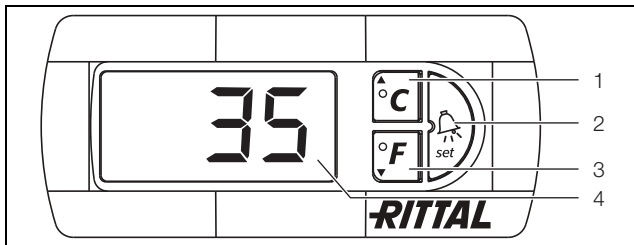

Abb. 16: Displayanzeige und Systemanalyse des e-Comfortcontrollers
Der e-Comfortcontroller verfügt über eine 7-Segment-Anzeige (Abb. 16, Pos. 4). Auf ihr wird nach dem Einschalten der Stromversorgung zunächst für ca. 2 Sekunden die aktuelle Softwareversion angezeigt. Im normalen Betrieb stellt die Anzeige sowohl die Temperatur (in Grad Celsius oder Grad Fahrenheit umschaltbar) als auch Störungsmeldungen dar.
Die Programmierung des Gerätes nehmen Sie über die Tasten 1 – 3 (Abb. 16) vor. Die Parameter dazu erscheinen ebenfalls in der Anzeige.
- Drücken Sie gleichzeitig die Tasten 1 (°C) und 2 („Set“) (Abb. 16) für mindestens 5 Sekunden.
Mit den Tasten 1, 2 und 3 (Abb. 16) können Sie 24 Parameter innerhalb der vorgegebenen Bereiche (Sollwert, Min.-Wert, Max.-Wert) verändern.